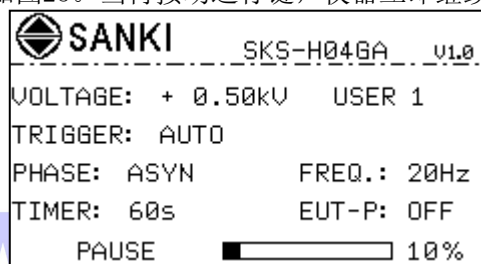

图 25 仪器运行时暂停状态
- 8) 在运行中按运行/暂停键，仪器暂停当前状态如图25。当再按动运行键，仪器立即继续运行。